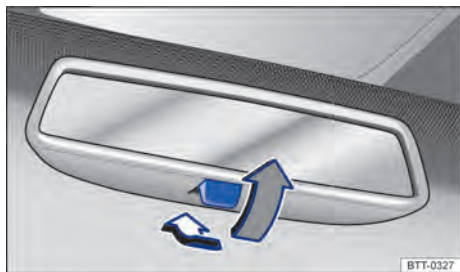

Fig. 81 No para-brisa: espelho retrovisor interno com antiofuscante manual.
- Posição noite: puxar a alavanca → Fig. 81 (seta cinza), para evitar o ofuscamento dos faróis dos veículos que trafegam atrás.